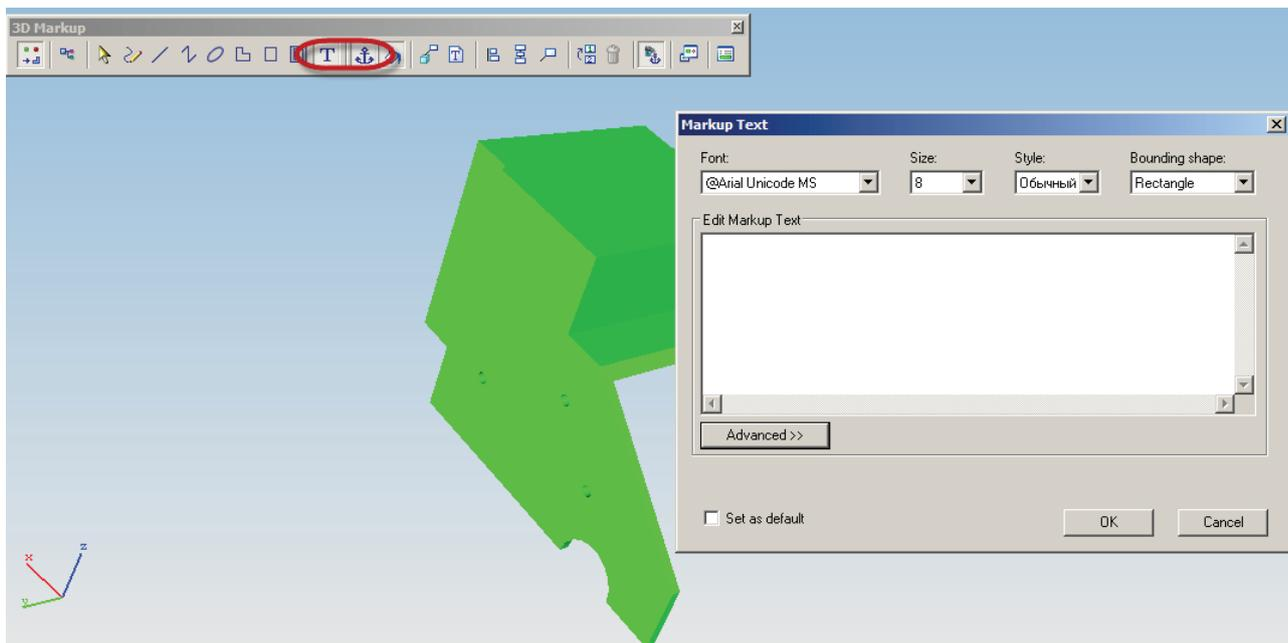

Рисунок 17.40
- выбрать команду создания текстовой пометки, доступную по кнопке с пиктограммой в виде буквы **T** на ней, а затем выбрать интересующий геометрический объект, к которому должна быть привязана пометка на экране (рис. 17.40);